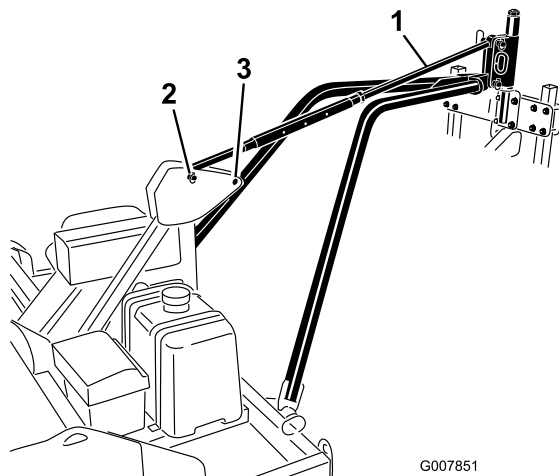

Рисунок 16
4. Совместите отверстие в пластине сцепки буксировочного рычага с нижними отверстиями шарнира сцепки аэратора (Рисунок 16).
5. Присоедините пластину сцепки буксировочного рычага к шарниру сцепки аэратора с помощью пальца сцепного устройства и шплинта (Рисунок 16).
сцепки рамы с помощью пальцев сцепного устройства и шплинтов (Рисунок 16).